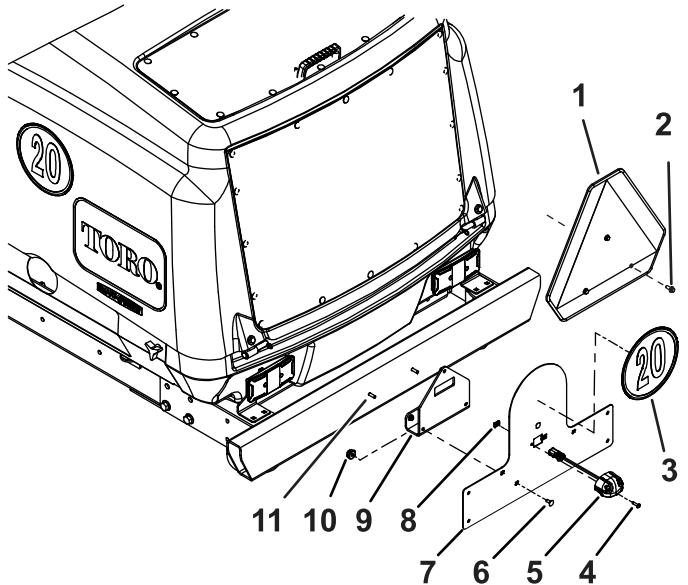

図9
2. 後バンパーについている警告サインと取り付けチューブを外す図9。
4. 金具を使ってサインマウントをバンパーに固定する図9。
9. ナンバープレートブラケットに標識を貼り付ける図9。